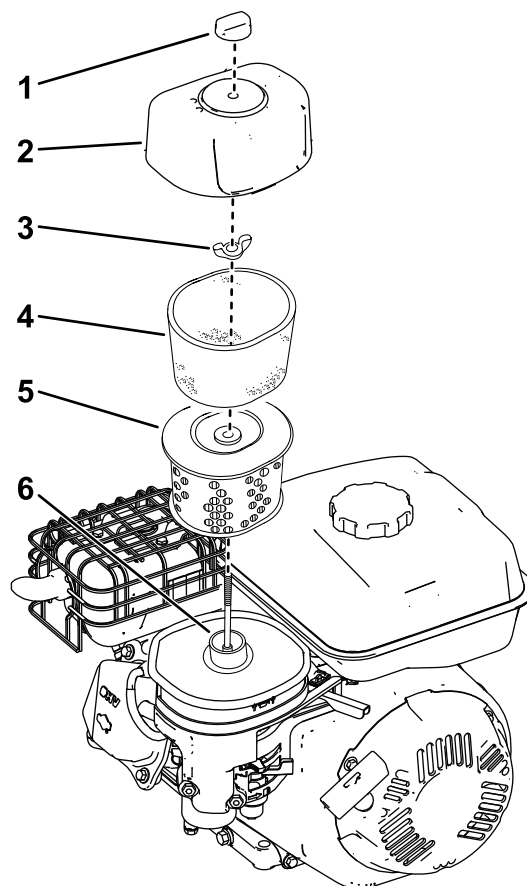

Figura 21
2. Rimuovete il dado di fissaggio del coperchio (Figura 21).
3. Rimuovete il coperchio del filtro dell'aria (Figura 21).